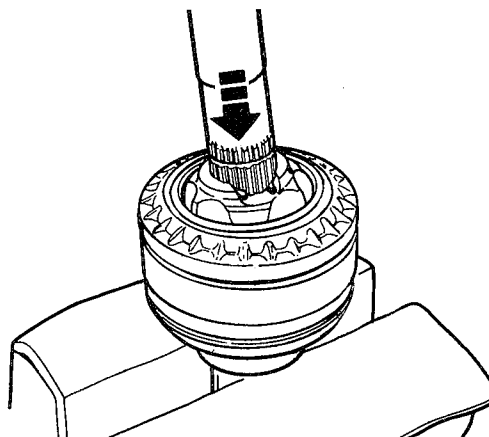

fig. 42
2. Instalar a semi-árvore na junta homocinética, pressionando-a nas estrias até que o anel-trava fique acoplado; usar um novo anel-trava para montagem (fig. 42). Abastecer as juntas homocinéticas com a graxa especificada, nas quantidades recomendadas